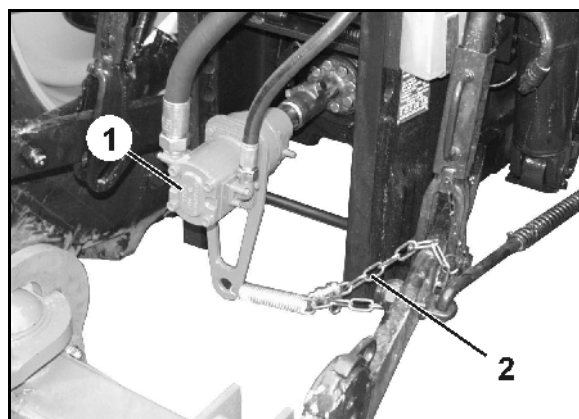

Рис. 73
Подсоедините съёмный гидравлический насос (Рис. 73/1)
3. Подвесьте съёмный гидравлический насос на цепь (Рис. 73/2) для предотвращения его падения!